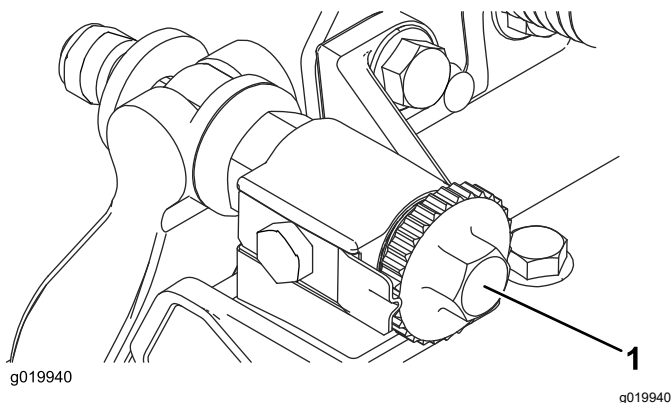

図 7
- A. ベッドバー調整ネジを時計回り (図 7) に、軽い接触感と音がするまで 1 度に 1 クリックずつ回す。